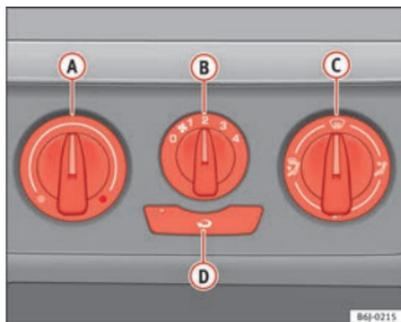

Fig. 90 Mandos de la calefacción en el tablero de instrumentos
- Gire el regulador de temperatura **A** ⇒ fig. 90 hacia la izquierda.
- Gire el regulador de la temperatura **A** ⇒ fig. 90 hacia la derecha hasta alcanzar el grado de calefacción deseado.
- Gire el regulador de la temperatura **A** ⇒ fig. 90 hacia la derecha hasta el nivel máximo de calefacción.
- Gire el regulador de temperatura **(A)** ⇒ fig. 90 hacia la zona de calefacción.